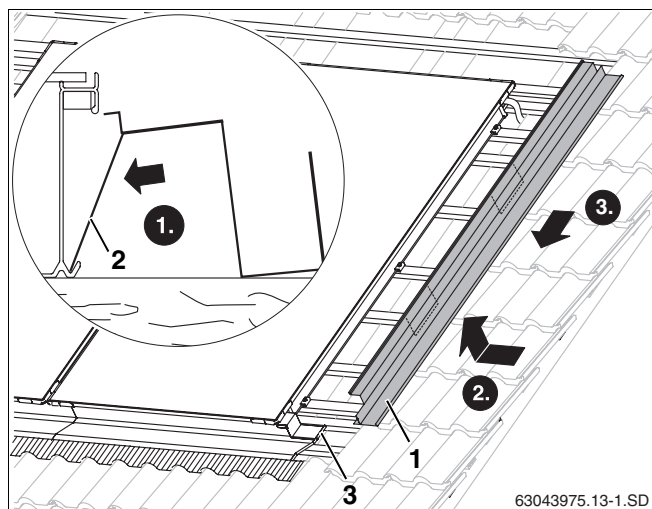

Fig. 49 Montaggio della lamiera di copertura laterale destra
- Le lamiere di fissaggio (fig. 49, **pos. 2**) devono essere disposte nel bordo inferiore del collettore.
- Infilare le lamiere di copertura laterali destra e sinistra (fig. 49, **pos. 1**), con i bordi superiori, nell'impugnatura del collettore, e spingerle oltre la lamiera di copertura inferiore.
- Per il fissaggio, comprimere le pieghe sovrapposte delle due lamiere (fig. 49, **pos. 3**).